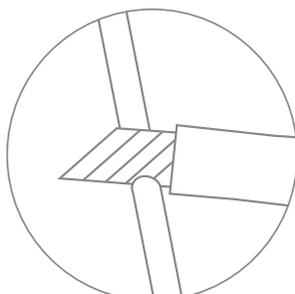

Рис. 3
2. Разрежьте трубку из комплекта поставки (рис. 3) на две части. Срез должен быть только под прямым углом, ровным, без зазубрин и волн.